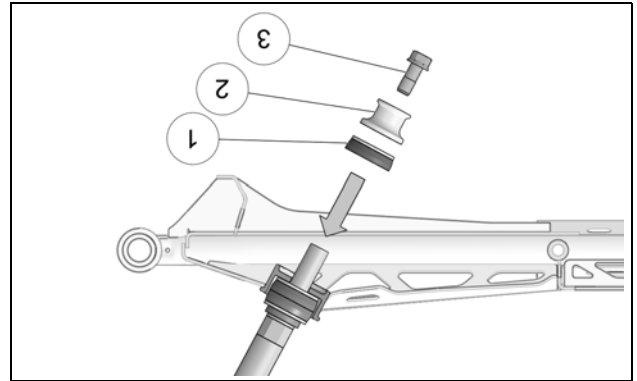

Figure 10
- Insérer l'amortisseur de caoutchouc (1) et l'espacer d'aluminium (2) au bras de couplage. La face en caoutchouc de l'amortisseur doit être vers le châssis et le grand diamètre de l'espacer en aluminium appuyé sur l'amortisseur. Les pièces doivent être assemblées dans le bon sens et dans l'ordre indiqué. Fixer le bras de couplage à l'aide du boulon (3). Serrer l'assemblage au couple de 50 N•m (37 lb•pi). Voir la Figure 10.